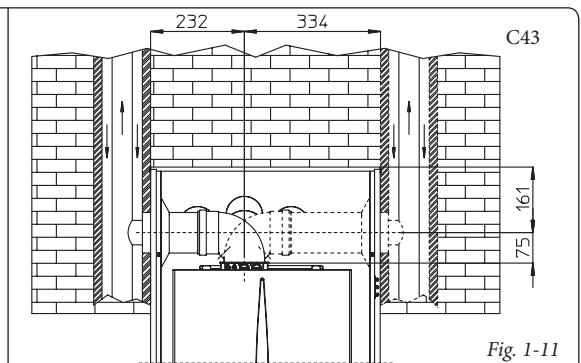

Fig. 1-11
- Applicazione con uscita laterale (Fig. 1-11). Utilizzando il solo kit orizzontale aspirazione-scarico, senza le apposite prolunghe, è possibile fare l'aspirazione dell'aria comburente e lo scarico dei fumi direttamente in una canna fumaria di tipo LAS indifferentemente a destra e a sinistra.